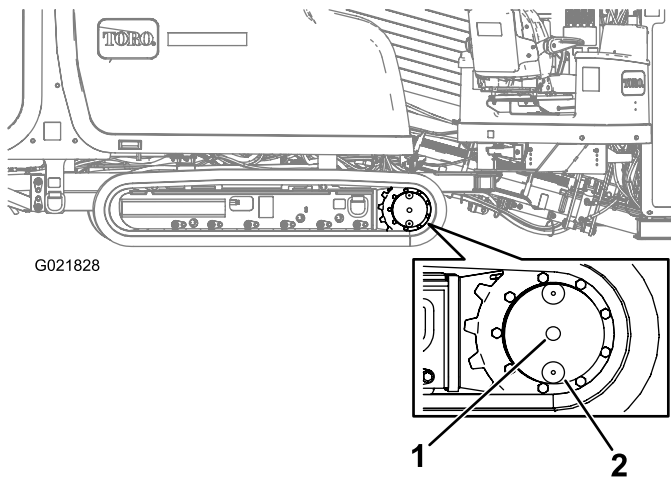

Bild 95
2. Reinigen Sie den Bereich um die Ölstandschaube mit einem Reinigungsmittel (Bild 95).
3. Drehen Sie das Planetengetriebe, bis sich die Ölstand- und Ablassschraube vertikal zum Boden befinden (in 6-Uhr-Position), siehe Bild 95.
4. Entfernen Sie die Ölstandschaube (Bild 95).
2. Reinigen Sie den Bereich um die Ölstandschaube (Bild 95).
3. Drehen Sie das Planetengetriebe, bis sich die Ölablassschraube genau unter der Ölstandschaube befindet (Bild 95).